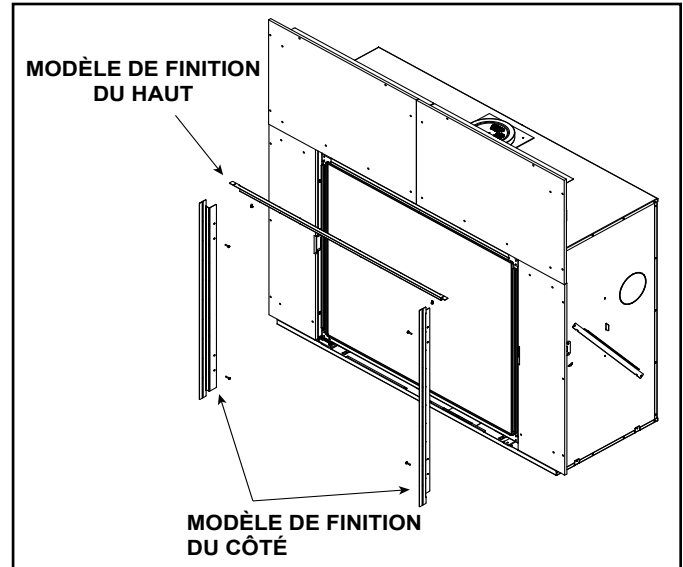

Figure 10.2 Emplacement des modèles de finition du sommet et de côté
4. Pliez le haut du modèle comme montré la figure 10.2 et fixez avec les deux vis fournies. Le pli aura deux plis opposés à 90 degrés, similaires aux plis des modèles latéraux.